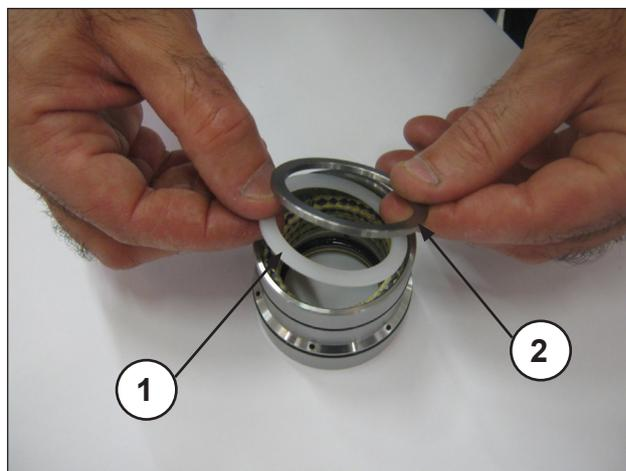

Рис. 41
Установите кольцо противовыдавливания (поз. ①, Рис. 39), три сальниковые набивки так, чтобы насечки находились под углом 120° друг к другу (поз. ①, Рис. 40), скребковое кольцо набивок и пружинное кольцо (поз. ①②, Рис. 41).